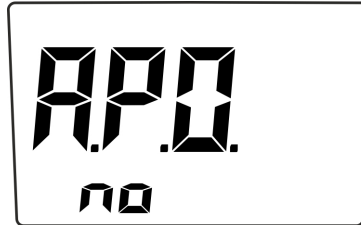

Fig. 36: Désactivation de la fonction Auto Power OFF
3. Le message « A.P.O no » s'affiche pendant quelques secondes (voir Fig. 36), l'appareil se met automatiquement sous tension et le symbole « P » (voir Fig. 2 – partie 14) disparaît de l'écran. La fonction est réactivée automatiquement au redémarrage de l'instrument